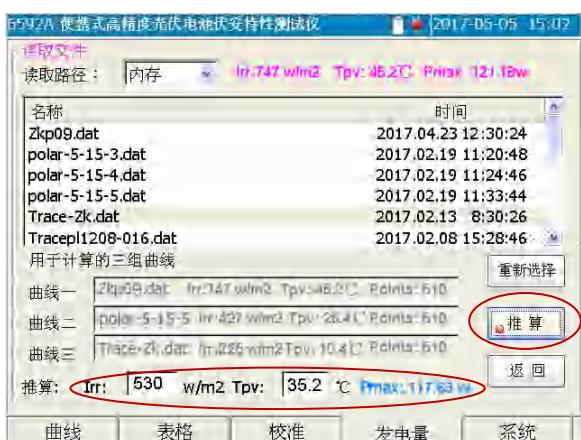

图 5-26 推算结果示意图
- 2) 设置好 Irr 和 Tpv 的数值后，点击【推算】按钮，则将推算出设定的 Irr 和 Tpv 环境参数下的最大功率值，如图 5-26 所示。